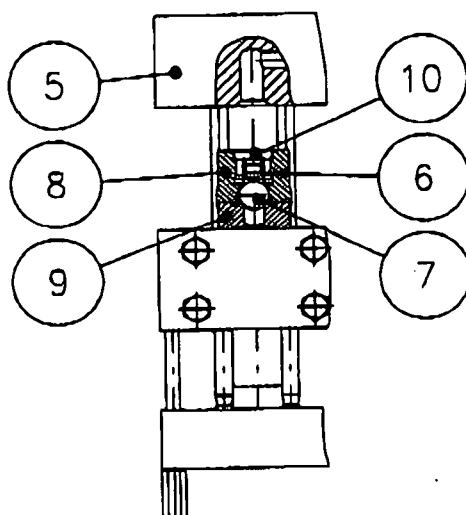

Figure 2
3. De dopmoeren/schroeven met zeskantige kop Pos.5 worden losgeschroefd, waarna de flens Pos.6 verwijderd kan worden.(fig.2).